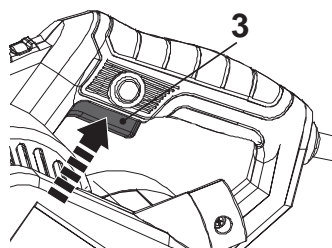

Fig. 14
1. Mettez le produit en marche en appuyant sur l'interrupteur marche/arrêt **(3)** et maintenez-le en place (Fig. 14, étape 1).
2. Appuyez sur le bouton de verrouillage **(4)** et maintenez-le en place pour verrouiller l'interrupteur marche/arrêt **(3)** (Fig. 14 étape 2).